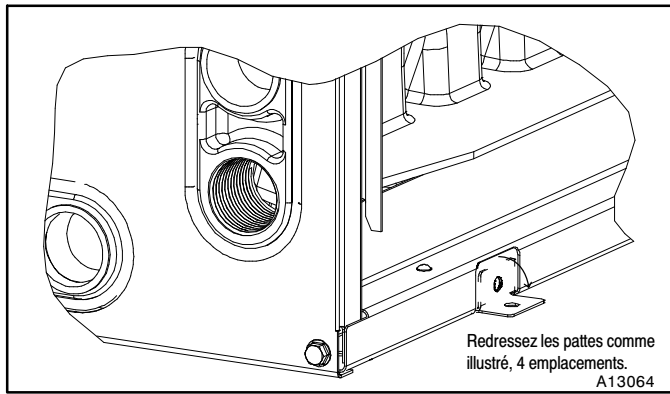

Figure 8 – Installation horizontale vers la gauche
1. Redressez les quatre pattes du côté droit du caisson. (Consultez la **Figure 8**.)